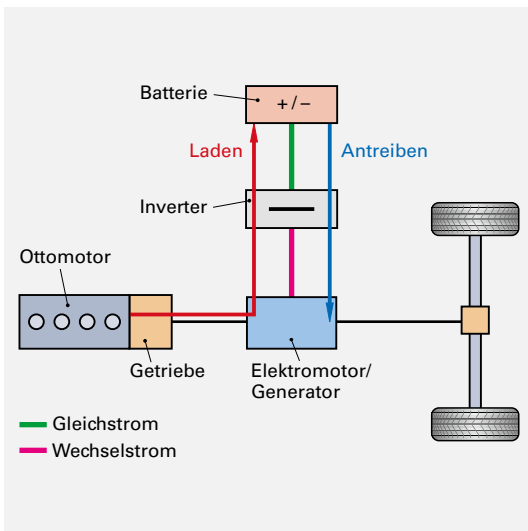

Bild 1: Paralleles Hybrid-System
■ Paralleles Hybrid-System (**Bild 1**)
Die Steuereinheit besteht aus der Batterie sowie der Leistungseinheit. Diese Leistungseinheit besteht aus Batteriesteuergerät, Spannungswandler und Lüftermotor. Die Antriebseinheit im vorderen Teil des Fahrzeuges wird über eine Hochspannungsleitung mit elektrischer Energie versorgt (**Bild 1, Seite 373**).
Zum Schutz vor hohen Temperaturen werden die folgenden Bauteile gekühlt (**Bild 1**):